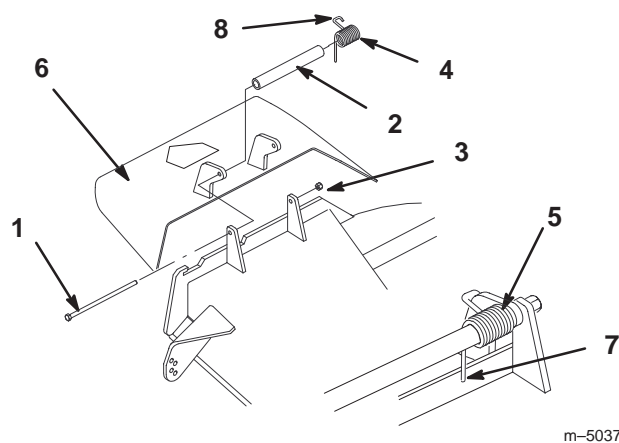

Figure 66
1. Retirez le contre-écrou, le boulon, le ressort et l'entretoise qui fixent le déflecteur aux supports de pivot (Fig. 66). Enlevez le déflecteur s'il est endommagé ou usé.
Remarque : Prenez soin de placer l'extrémité droite du ressort derrière le bord du plateau avant de mettre le boulon en place, comme indiqué à la Figure 66.
3. Remettez le boulon et l'écrou. Accrochez l'extrémité crochue du ressort au déflecteur d'herbe (Fig. 66).